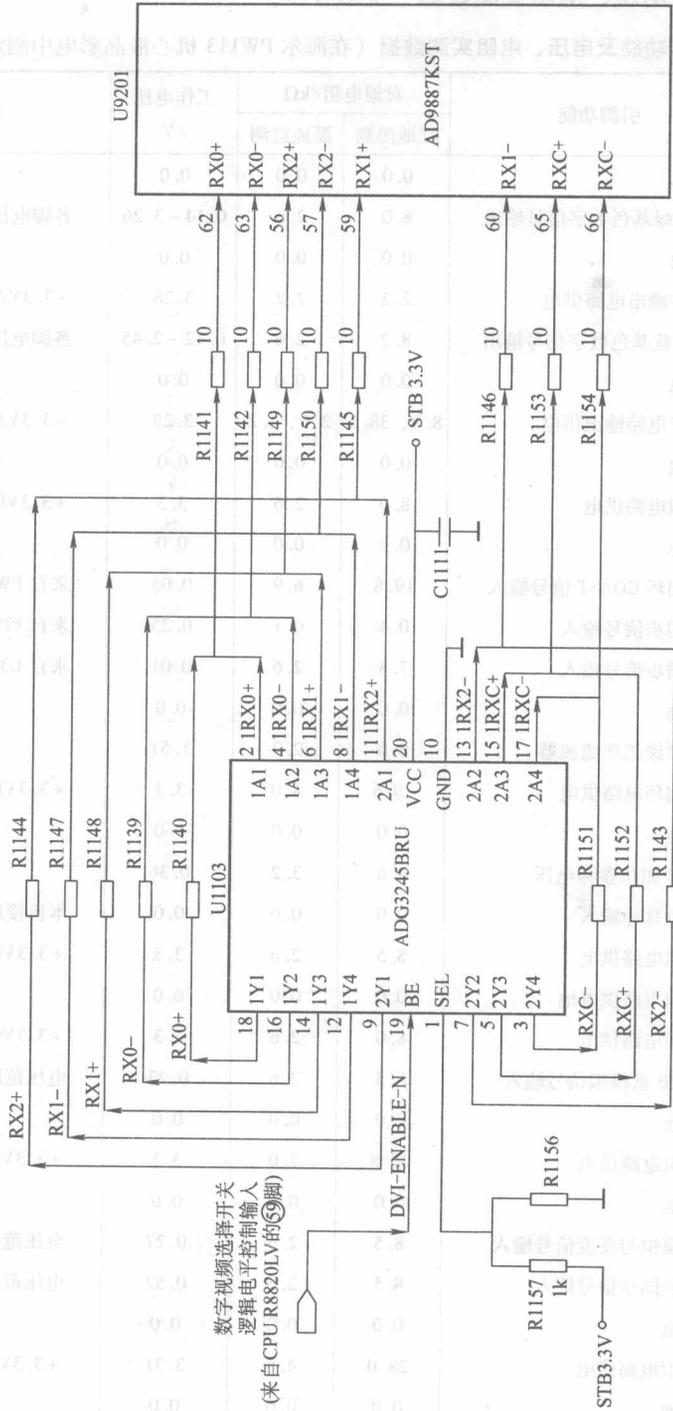

图 1-5 ADG3245BRU 在海尔 P42S6A-C1 等离子彩电中的应用电路解析与实用维修图解
3. ADG3245BRU 在海尔 P42S6A - C1 等离子彩电中的应用电路解析与实用维修图解 (见图 1-5)